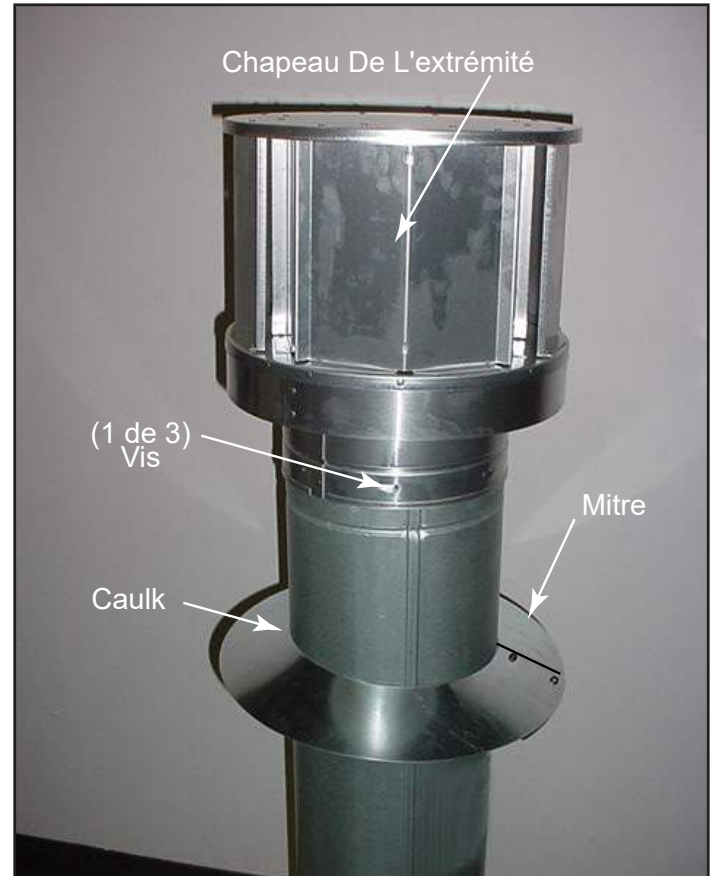

Figure 7.15
- Appliquer du mastic autour de la partie supérieure de la mitre. Voir la figure 7.15.
- Fixez l'abat-vent en enfonçant trois vis autotaraudeuses (fournies) dans les trous de guidage du collier externe de l'abat-vent, jusque dans le conduit de fumée externe du conduit (voir figure 7.15).